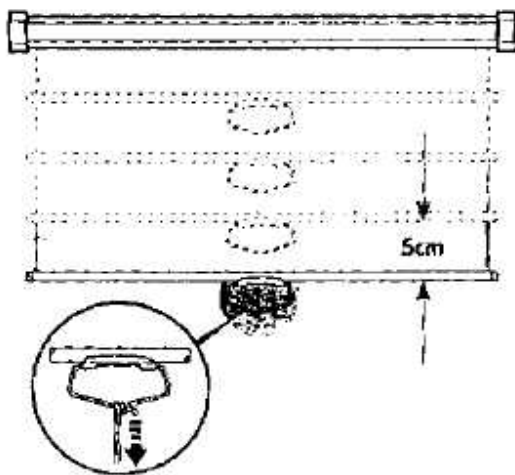

図 6
2. スクリーンを格納するときには、スクリーンを素早く(ただし丁寧に)5cm 以上引き下げてください。このとき必ず、ケースに対して垂直な位置で操作し、スクリーンが完全に格納されるまで、手を離さないでください。(図 6)